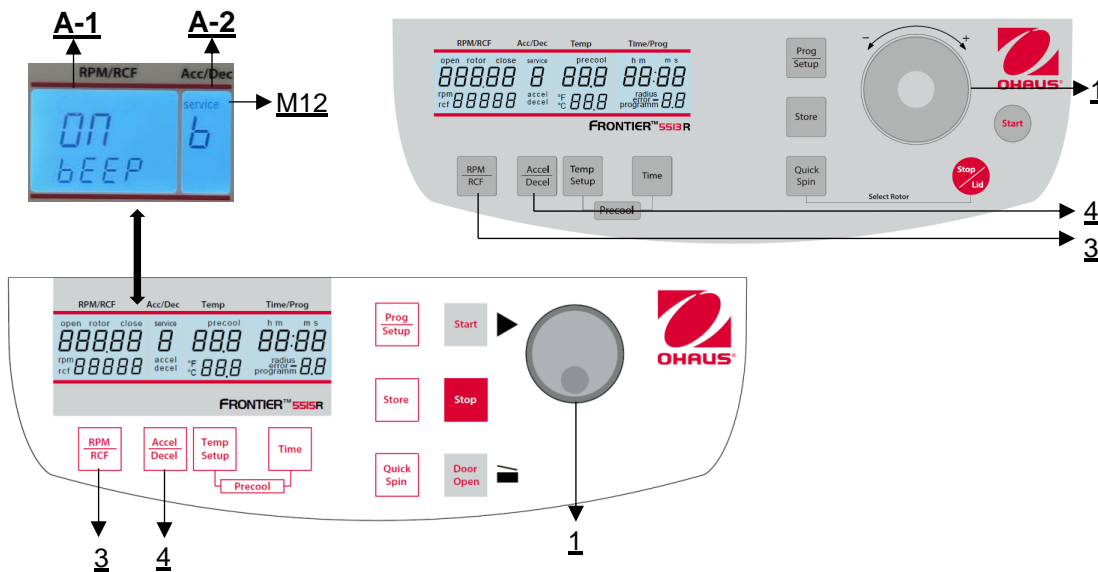

Figura 30
Procedere come descritto al punto 4.1.1 per entrare in questa modalità di programma e poi premere il tasto **"Accel/Decel"** (4). Nel display **"Acc/Dec"** (A-2) lampeggia la parola **"Service"** (M12). Selezionare ora la lettera **"b"** con la rotella di regolazione (1). Di conseguenza, sul display **"RPM | RCF"** (A-1) appare la scritta **"ON/BEEP"**. Dopo aver premuto il tasto **"RPM | RCF"** (3), è possibile attivare o disattivare il suono della tastiera con la rotella (1) (**vedere figura 30**).